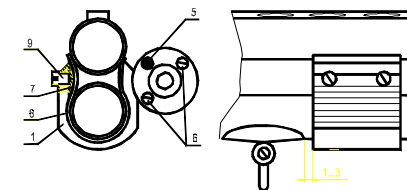

Рис.4 Установка ЛЦУ на ружья «ТОЗ-34», «ИЖ-27»
6.4. Установка ЛЦУ на ружья типа «ТОЗ-34», «ИЖ-27» (рис. 4)